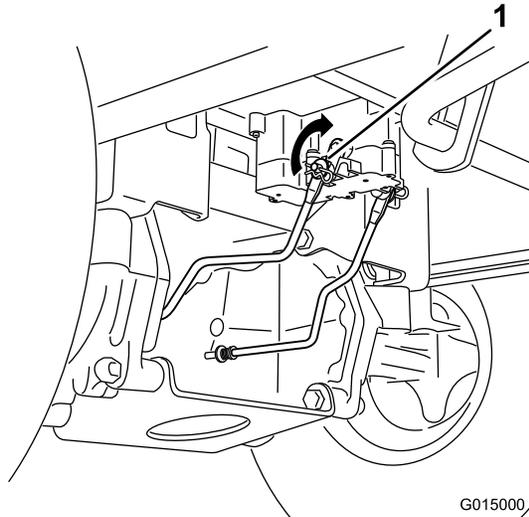

Bild 41
1. Ermitteln Sie die Welle an der elektrischen Bremse, an der die Bremsgestängearme angeschlossen sind (Bild 41).